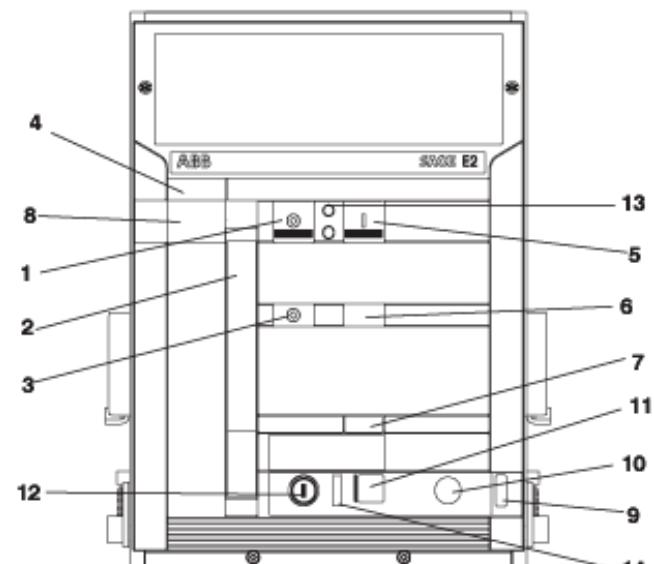

Рис. 23
- DISCONNECTED (ВЫКАЧЕН): подвижная часть установлена в фиксированную часть БЕЗ любого соединения между выводами и БЕЗ замыкания скользящих контактов для дополнительных цепей; в этом положении предотвращаются все электрические операции автоматического выключателя. На лицевом индикаторе (9, Рис. 23) указано DISCONNECTED (ВЫКАЧЕН). Дверца щита распределительного оборудования может быть закрыта.
- TEST ISOLATED (ВЫКАЧЕН ДЛЯ ТЕСТИРОВАНИЯ): подвижная часть установлена в фиксированную часть БЕЗ соединения между силовыми выводами, но при этом скользящие контакты для дополнительных цепей замкнуты. В этом положении можно выполнять автономные проверки автоматического выключателя. Индикатор (9, Рис. 23) показывает TEST ISOLATED (ВЫКАЧЕН ДЛЯ ТЕСТИРОВАНИЯ).
- CONNECTED (УСТАНОВЛЕН): подвижная часть полностью установлена в фиксированную часть с соединением как силовых выводов, так и скользящих контактов для дополнительных цепей. Автоматический выключатель полностью функционален. Индикатор (9, Рис. 23) показывает CONNECTED (УСТАНОВЛЕН).